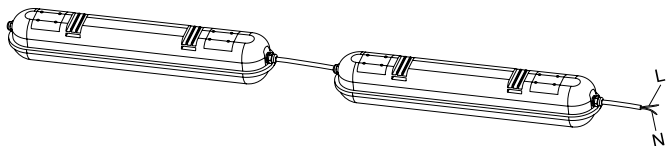

Рисунок 2
3. Конструкцией светильника предусмотрено шлейфовое соединение светильников в ряд (рисунок 2). Максимальное количество подключаемых светильников: ДСП 1421 – 30 штук, ДСП 1422 – 15 штук, ДСП 1423 – 12 штук.